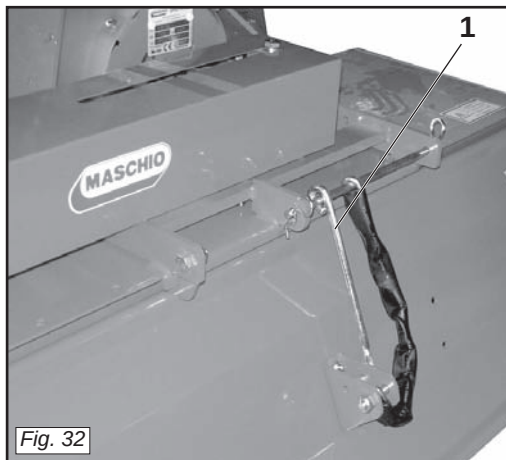

Fig. 32
- 2) Nel caso che la macchina sia dotata di catena, posizionare l'asta antiribaltamento come in figura (1 Fig. 32).
- 2) *If the machine has a chain, position safety rod as shown in the figure (1 Fig. 32).*
- 2) Si la machine est dotée d'une chaîne, placer la tige anti-retournement comme dans la figure (1 Fig. 32).
- 2) Falls die Maschine mit Kette ausgerüstet ist, muss die Kippschutzstange wie in der Abbildung (1 Abb. 32) angeordnet werden.
- 2) Si la máquina posee cadena, posicionar la barra antivuelco como se ve en la figura (1 Fig. 32).